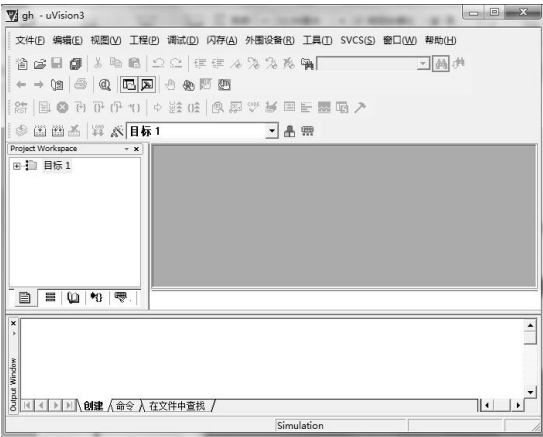

图 1-1-14 新建项目界面
(5) 这时系统询问我们要不要将汇编语言的启动代码放入所编辑的项目文件,在此单击“否”按钮关闭此对话框,则在左边产生“目标 1”项目,如图 1-1-14 所示。